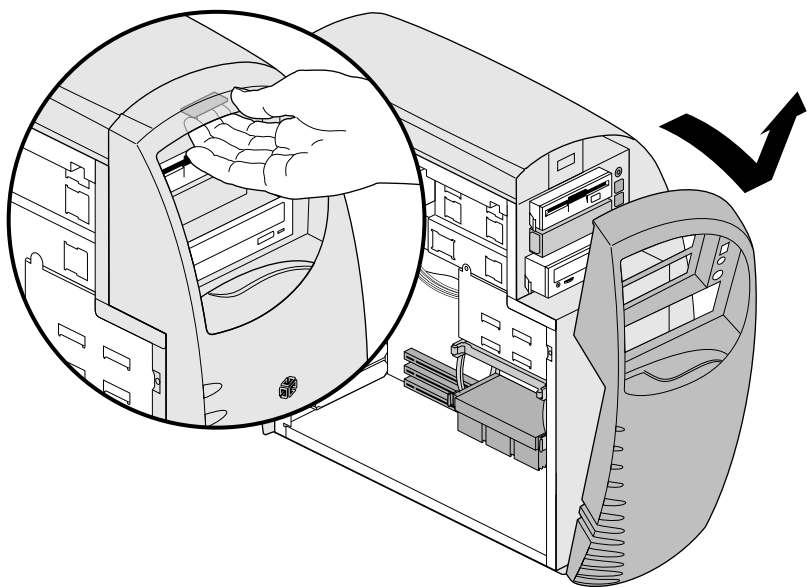

図 2-2 フロントカバーの取り外し
2. カバー上部の内側にあるラッチを押し上げ、カバーを引いてシステムから取り外します（図 2-2）。